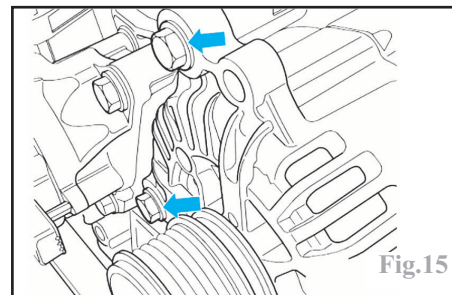

Fig.15
- les vis de fixation de l'alternateur (Fig.15).